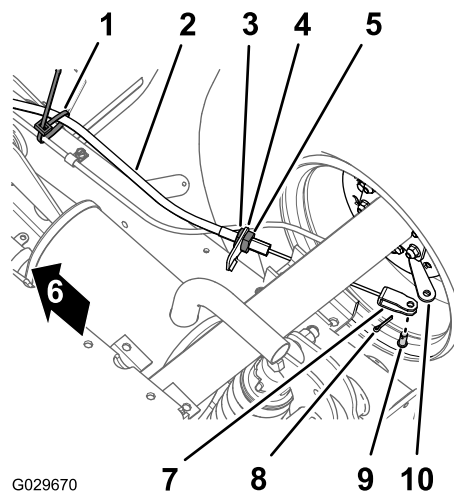

图 40
1. 在机器的底部，取下将手刹拉索固定至行车制动拉索上的扎带（图 40）。
2. 在手刹拉索前锁紧螺母上标记一个旋转条纹（图 40）。
3. 松开后锁紧螺母，然后从刹车拉索支架上取下拉索（图 40）。
4. 卸下将手刹拉索 U 形销固定至刹车制动杆上的开口销和柱销，将拉索与制动杆分开（图 40）。
1. 将手刹拉索的螺纹调节器放置到刹车拉索支架，并将 U 形销放置到刹车制动杆上（图 40）。
3. 将手刹拉索的螺纹调节器与刹车拉索支架对齐，然后拧紧后锁紧螺母（图 40）。